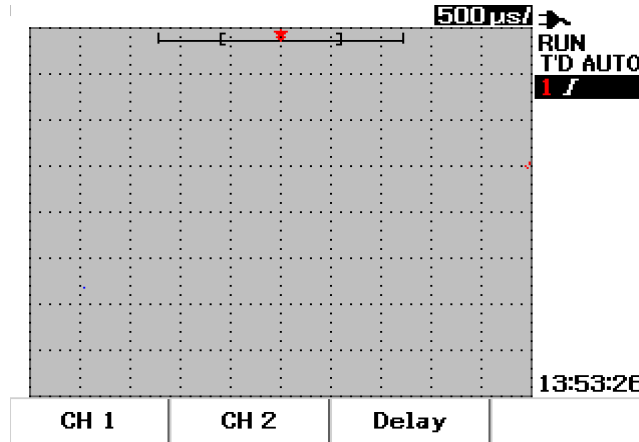

Figura 3-1 Menu Scope, exibindo os dois canais.
- 1 Pressione o botão  no painel frontal para acessar o menu Scope. A tela ilustrada na Figura 3-1, que mostra ambos os canais desativados, será exibida.